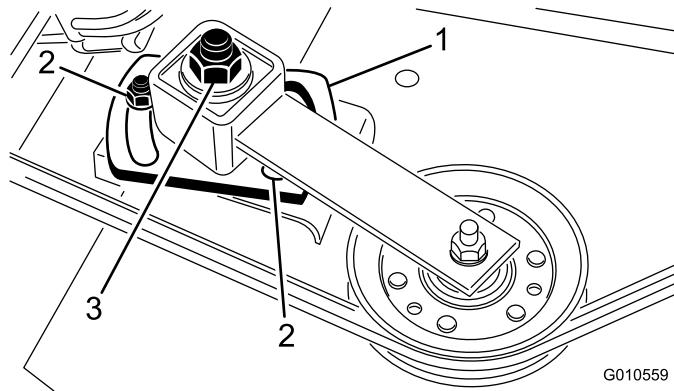

Figure 30
5. A l'aide d'une douille et d'une clé dynamométrique, serrez l'écrou de réglage de la poulie de tension à un couple de 47 à 54 N·m (Figure 30).